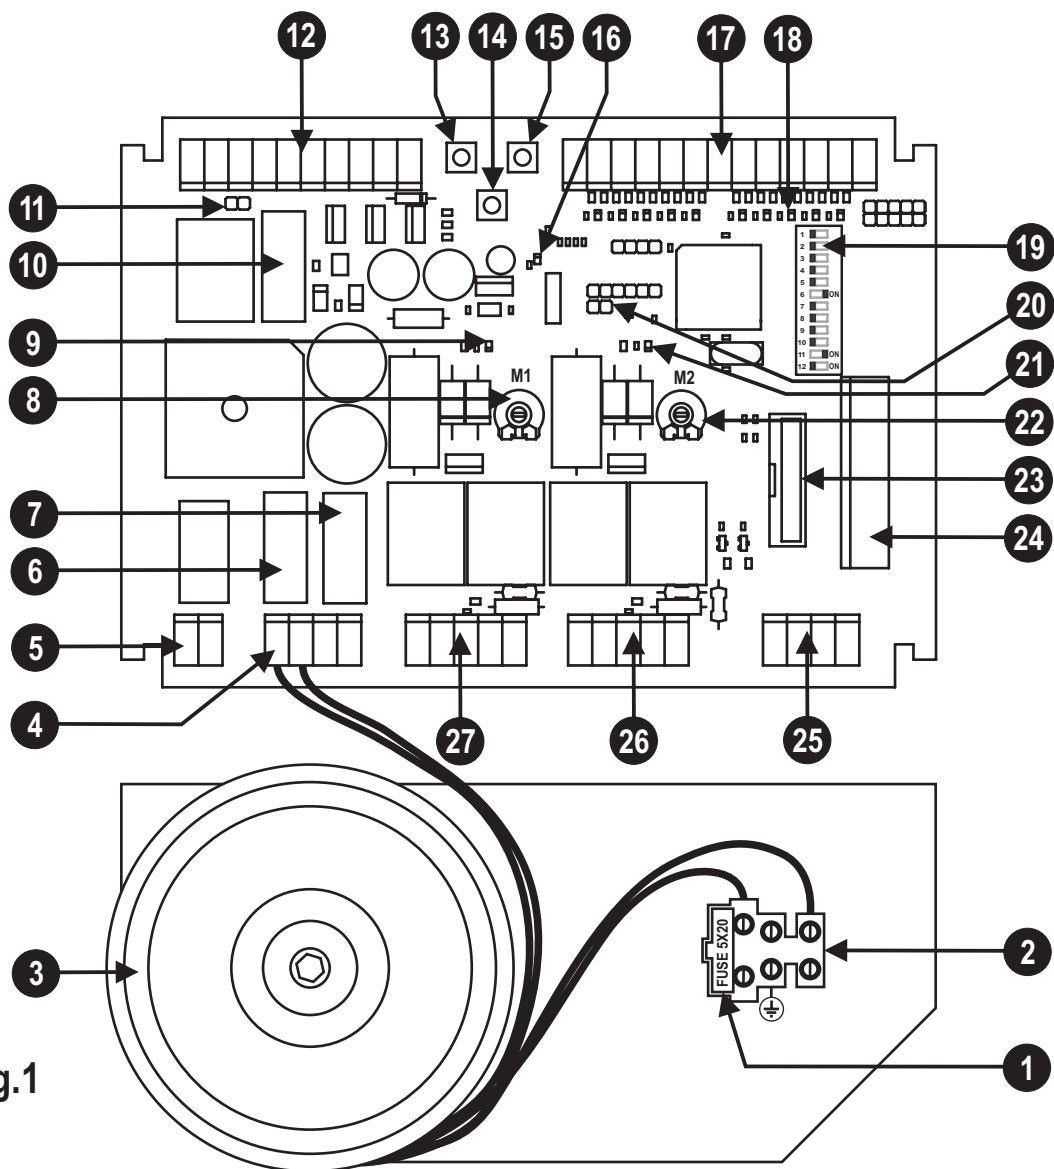

Fig.1
- **Para el ensayo de las fotocélulas con la cancela cerrada, cortocircuite los dos terminales "Test" (detalle 11 de fig. 1) presentes en la central.**
- Conecte el receptor al conector (detalle 23 de fig. 1).
PART DESCRIPTION (Fig. 1)